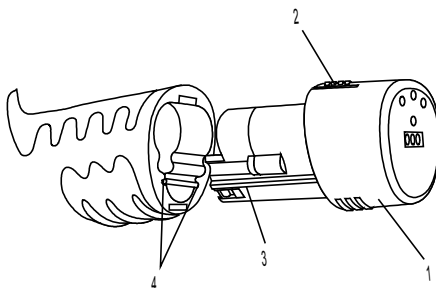

Рис.2
Вставьте аккумуляторный блок (1) до фиксации (Рис.2).